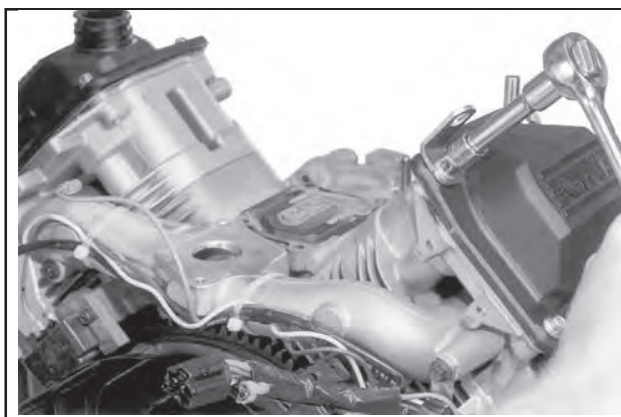

Abbildung 9-45. Abnahme der Ventildeckel.
2. Die Ventildeckel, die O-Ringe oder Dichtungen der Ventildeckel und alle Halterungen oder Hebellaschen entfernen. Notieren, auf welcher Motorseite der Ventildeckel Kraftstoffpumpe und/oder Öleinfüllung angebracht sind. Siehe Abbildung 9-45.